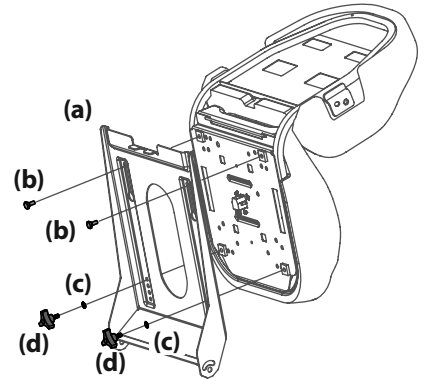

Figura 4
- a. Para el asiento que se ajusta con Perillas inserte los pernos (b) en los orificios traseros y trabe la arandela (c) y las perillas (d) en el frente. Ajuste bien. Consulte la Figura 4.